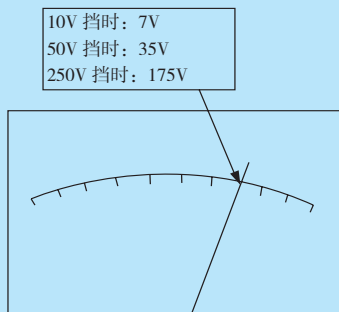

图 1-19 电压表指示的读数方法
(1) 把转换开关拨到直流电压挡, 并选择合适的量程。当被测电压数值范围不清楚时, 可先选用较高的测量范围挡, 再逐步选用低挡, 测量的读数最好选在满刻度的 $2/3$ 处附近。
(2) 把万用表并接到被测电路上, 红表笔接到被测电压的正极, 黑表笔接到被测电压的负极, 不能接反。
(3) 根据指针稳定时的位置及所选量程正确读数。电压表指示的读数方法是: 满度值(刻度线最右边)等于所选量程挡位数, 根据表针指示位置折算出测量结果。图 1-19 示例中, 当测量选择开关位于“10 V”挡时, 指示值为 7 V; 当选择开关位于“50 V”挡时, 指示值为 35 V; 当选择开关位于“250 V”挡时, 指示值为 175 V; 依此类推。